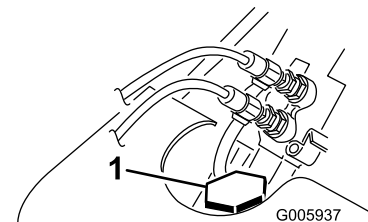

図 14
3. ラジエターの補給キャップを外し、冷却液の量を点検する（図 14）。